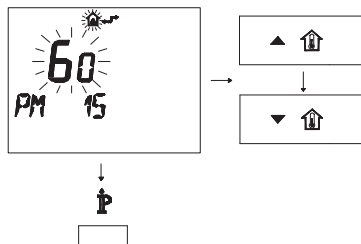

Fig. 5.33
- Modificare il SET programmato agendo sui pulsanti o fino a visualizzare un **set di 60**, aspettare che il numero programmato cominci a lampeggiare (Fig. 5.33).